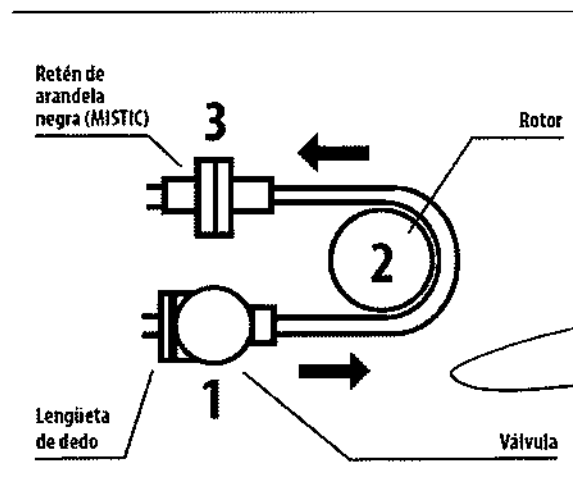

Figura 4B. Instalación del equipo para bomba
KANGAROO JOEY: Cuelgue la bolsa del equipo para bomba de manera que el nivel superior del volumen inicial de la fórmula esté 15,2 cm (6 pulgadas) por encima de la bomba (figura 4B).
- Cuelgue la bolsa del equipo para bomba de manera que el nivel superior de la columna de agua esté 15,2 cm (6pulgadas) por encima de la bomba (figura 4B).